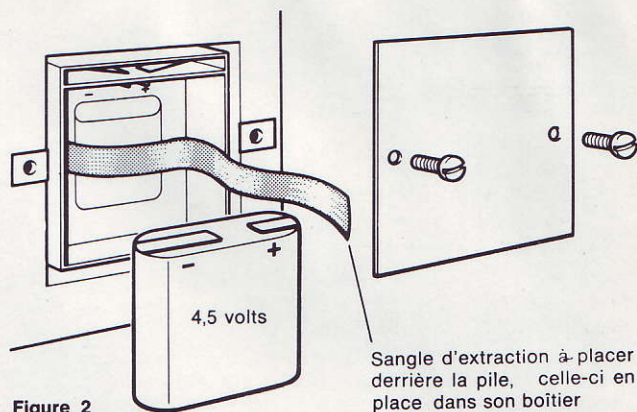

Figure 2
1. Déposer la plaque située à l'arrière, en bas, et à droite de l'appareil, en dévissant les 2 vis qui la tiennent (voir figure 2).